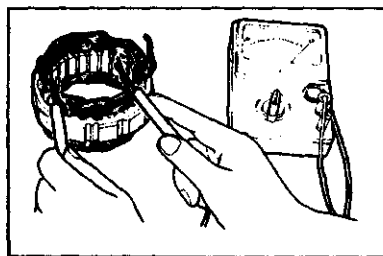

图 4-33 检查定子线圈
③测量定子线圈。检查线圈头之间是否导通，如图 4-33 所示。如果不通，则应更换定子组件。